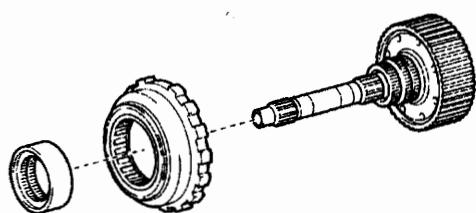

图 12-1-52
(58) 如图 12-1-52 所示, 从中间轴上拆下 3 号单向离合器总成和单向离合器内圈。